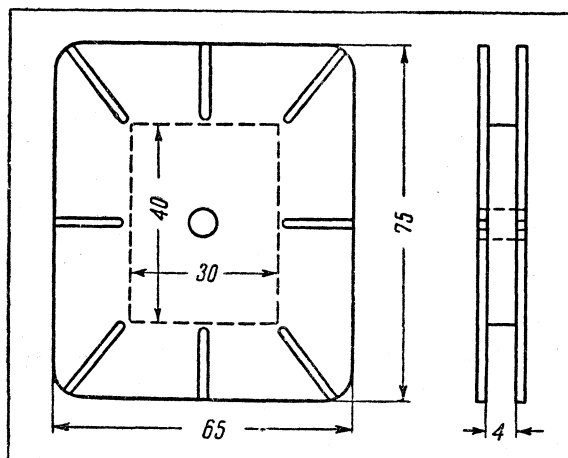

Рис. 1.
**Ответ.** Для приемной трубки ЛК 715 А строчные катушки наматывают на круглом шаблоне, размеры которого приведены на рис. 5, а (№ 7 «Радио»). Изготовленные катушки обматываются лакотканью и им придают квадратную форму. После этого их выгибают на круглой оправке диаметром 37 мм и закрепляют сперва нитками, а затем лентой из лакоткани на прессшпановом цилиндре с внешним диаметром 37 мм и внутренним — 33 мм. Этот цилиндр надевают на горло приемной трубки. Для приемных трубок 23 ЛК 1Б и 30 ЛК 1Б строчные катушки наматывают на шаблоне, показанном на рис. 1. Каж-